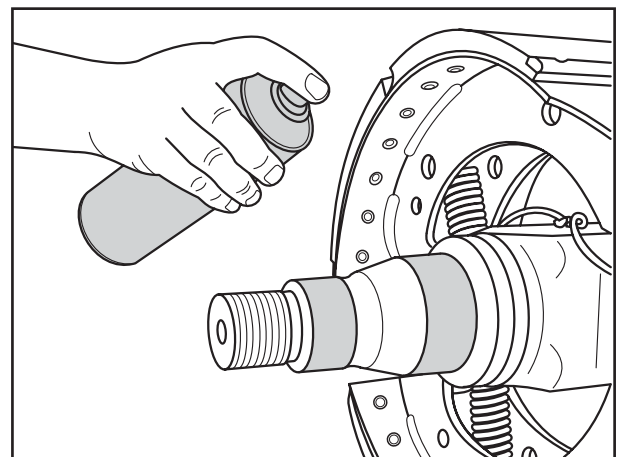

Fig. 35
- [30] Lagersitze des Achsschenkels reinigen und rundum mit BPW ECO Assembly and Protection Spray einsprühen, siehe ECO^{Plus} Seite 4-12 Bild 35.
- [30] Clean the bearing seats of the axle stub. Spray with BPW ECO Assembly and Protection Spray, see ECO^{Plus} page 4-12 fig. 35.
- [30] Nettoyer les supports de palier de la fusée d'essieu et vaporiser sur ceux-ci du Spray BPW A&P (Assembly and Protection Spray), voir ECO^{Plus} page 4-12 fig. 35.